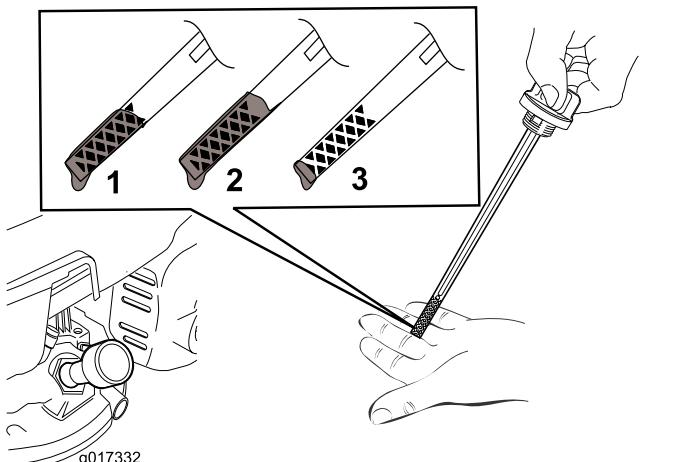

Figura 38
3. Controllate il livello dell'olio sull'asta di livello (Figura 38).